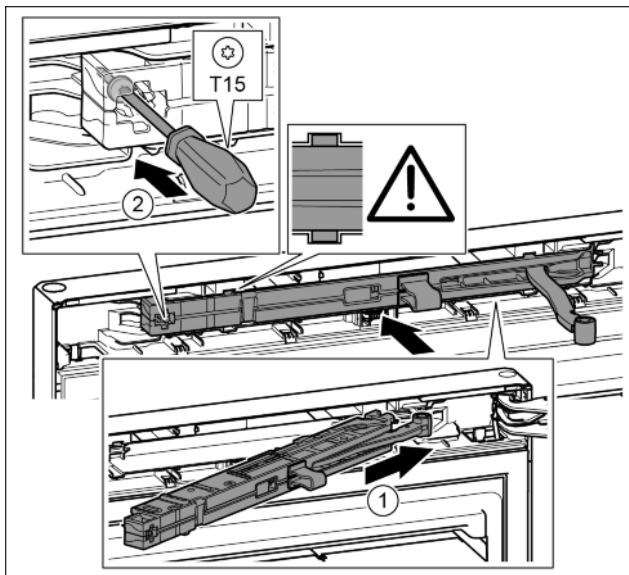

Fig. 48
- ▶ Вставить узел амортизатора со стороны опорного кронштейна в выемку до упора под наклоном. Fig. 48 (1)
- ▶ Затянуть винт отверткой T15. Fig. 48 (2)